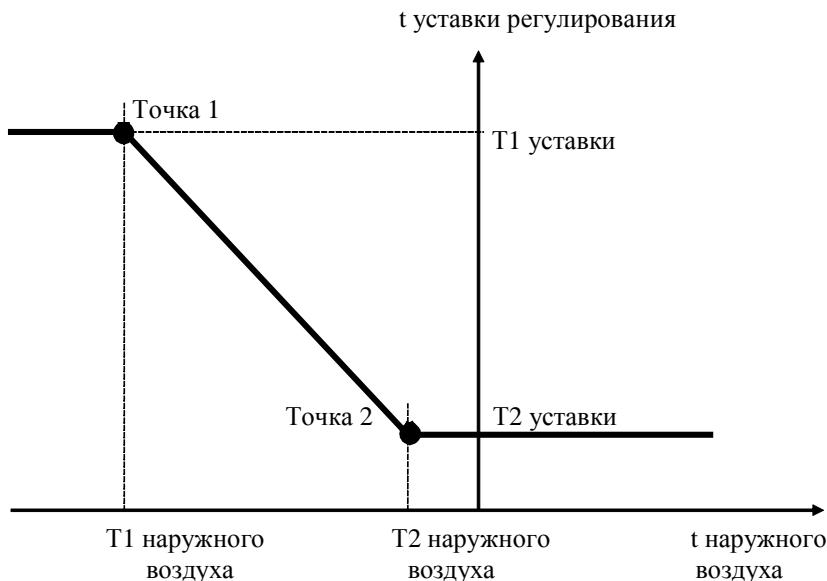

Рисунок 3
2. По температурному графику (См. рисунок 3.)
На графике (Рис.3) определена зависимость уставки регулирования от температуры наружного воздуха. Оператор настраивает значение температуры наружного воздуха и величину уставки в точках перегиба «1» и «2» графика.